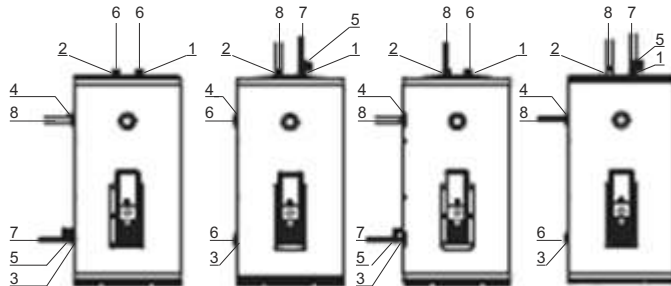

Рис. 4
4. Определите необходимый для подключения к водопроводной магистрали входной патрубок и выходной патрубок или 2 выходных патрубка (см. рис. 4), после чего накрутите заглушку на неиспользуемый (-ые) патрубок (-ки).